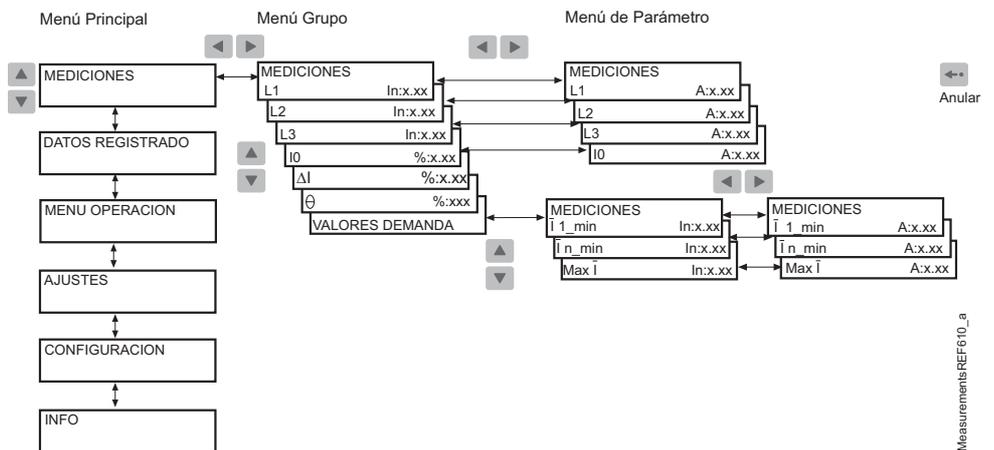

Fig. 3.2.1.2.-1 Mediciones
4. Utilice los botones de flecha para supervisar otros valores medidos en el menú VALORES DEMANDA. Consulte Fig. 3.2.1.2.-1.